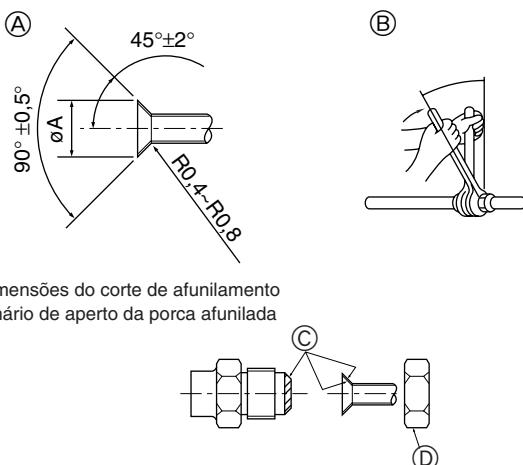

Fig. 5-1
5.2. Tubos de ligação (Fig. 5-1)
- Aplique uma fina camada de óleo refrigerante ao tubo e à superfície de costura da junta antes de apertar a porca do tubo. ④
- Aperte os tubos de ligação com duas chaves. ⑤
- Aplique óleo de máquina refrigerante em toda a superfície de encaixe de afunilamento. ⑥
- Use as porcas afuniladas da seguinte maneira. ⑦
Ⓐ (Fig. 5-1)
Ⓑ (Fig. 5-1)